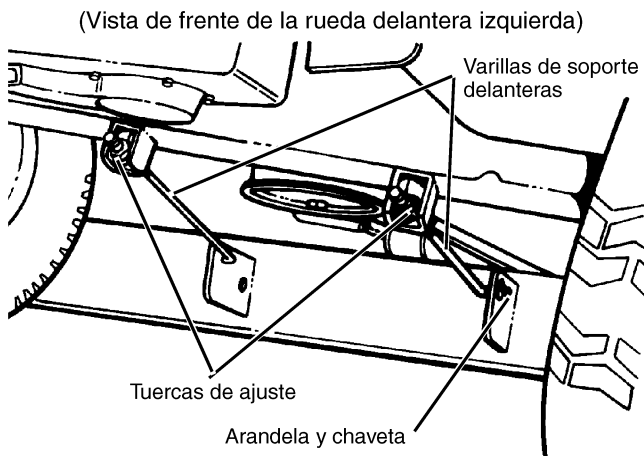
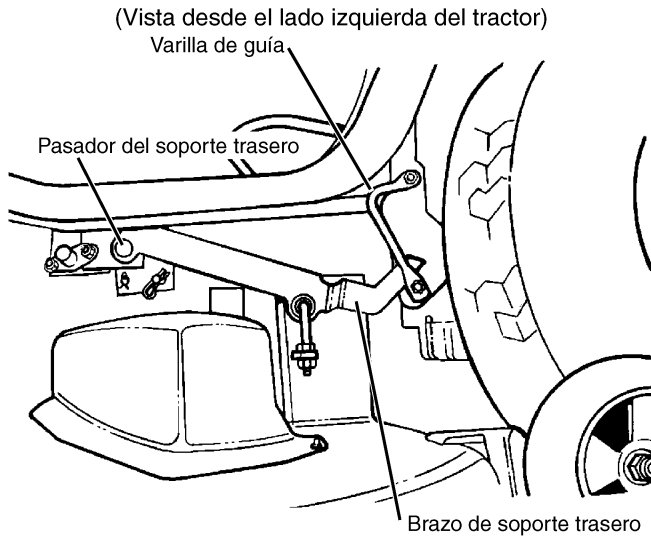

FIGURA 31
FIGURA 35
- Gire las tuercas en las varillas de soporte delanteras por igual, hasta que el ajuste sea correcto (Vea la FIGURA 31). Girar la tuerca en el sentido de las manecillas del reloj, elevará la parte delantera del cortacésped. Girar la tuerca en sentido contrario al de las manecillas del reloj, bajará la parte delantera del cortacésped.
- Retire el pasador de traba con resorte y la arandela de las dos varillas de soporte del cortacésped al frente de la plataforma (Vea la FIGURA 31). Retire el pasador de traba con resorte de los dos pasadores del soporte trasero que sujetan los brazos de soporte traseros al chasis del cortacésped (Vea la FIGURA 35).
- Mueva la palanca de levantamiento de la plataforma a la posición inferior, mientras centra los brazos de soporte traseros en las varillas de guía (Vea la FIGURA 35).